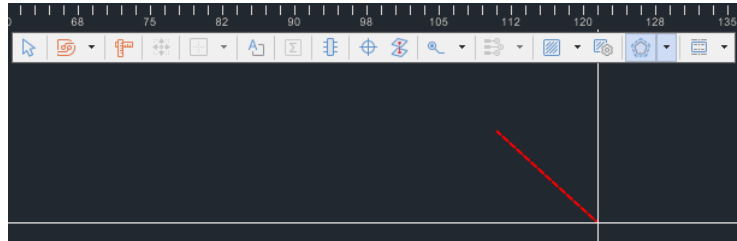

Рис. 130 Построение границ региона
2. Переместить курсор в рабочую область и отметить первую точку, см. Рис. 130.